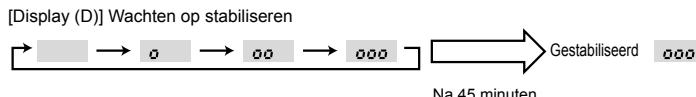

Fig. 8-3
(3) Druk op **FILTER** (↔) om de instelling te bevestigen. (Fig. 8-3)